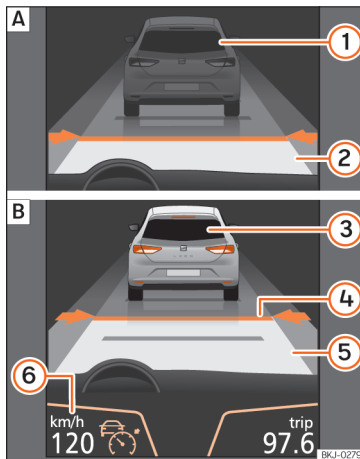
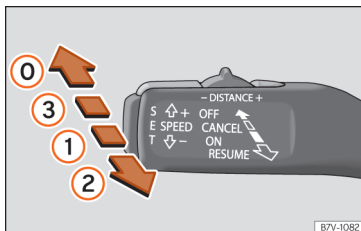
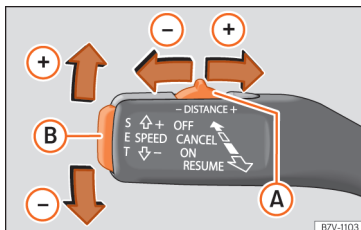
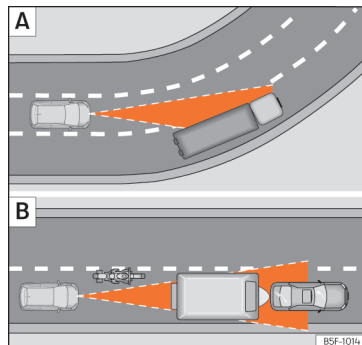

Abb. 255 Am Bildschirm des Kombi-Instruments: **A** ACC inaktiv (Standby). **B** ACC aktiv.
Abb. 256 Links an der Lenksäule: dritter Hebel für die Bedienung der ACC.
Abb. 257 Links an der Lenksäule: dritter Hebel für die Bedienung der ACC.
Abb. 258 [A] Fahrzeug in einer Kurve. [B] Vorausfahrender Motorradfahrer außerhalb des Erfassungsbereichs des Radarsensors.
Bildschirmanzeigen »»» **Abb. 255:**
Wenn die ACC eingeschaltet ist, schaltet sich auf der Schalttafel die grüne Kontrollleuchte ein (🟢) und auf dem Bildschirm werden die programmierte Geschwindigkeit und der Zustand der ACC angezeigt » **Abb. 255**.
- Um die ACC zu aktivieren, bewegen Sie den Hebel in die Position **ON** » **Abb. 256 (1)**. Zu
- Drücken Sie anschließend die Taste **SET** » **Abb. 257 (B)** oder bewegen Sie den Hebel in die Position **RESUME** » **Abb. 256 (2)**. In diesem Moment wird die ACC aktiviert und die aktuelle Geschwindigkeit und der Abstand werden programmiert. Die Anzeige am Kombi-Instrument wechselt in den Modus Aktiv » **Abb. 255 (B)**.
- Zur Programmierung der Geschwindigkeit schieben Sie den dritten Hebel nach oben (+) oder nach unten (-) bis zur gewünschten Geschwindigkeit » **Abb. 255 (6)**. Die Einstellung der Geschwindigkeit erfolgt in Schritten von 10 km/h (6 mph).
- Falls Sie die Geschwindigkeit in Schritten von 1 km/h (0,6 mph) erhöhen möchten, bewegen Sie den Hebel in die Position **RESUME** » **Abb. 256 (2)** bzw. drücken Sie zur Reduzierung die Taste **SET** » **Abb. 257 (B)**.
- Um das Abstands-niveau zu erhöhen oder zu reduzieren, bewegen Sie die Taste **A** nach rechts oder links »» **Abb. 257**.
Am Bildschirm des Kombi-Instruments wird das ausgewählte Abstands-niveau geändert »» **Abb. 255** **4**. Sie können aus 5 verschiedenen Abstands-niveaus auswählen. SEAT empfiehlt das Niveau 3. Der programmierte Abstand kann während der Fahrt oder bei Fahrzeugstillstand geändert werden »» **4**.
- Um die ACC zu deaktivieren, bewegen Sie den Hebel in die Position **OFF** (fest) »» **Abb. 256** **0**. In diesem Moment erscheint der Text **ACC deaktiviert** und die Funktion ist vollständig deaktiviert.
Die Beschleunigung des Systems lässt sich jederzeit durch Betätigen des Bremspedals oder Drücken des dritten Hebels bis zur Position **CANCEL** »» **Abb. 256**
Beim Ein- oder Ausfahren einiger Kurve kann es vorkommen, dass der Radarsensor das vorausfahrende Fahrzeug nicht mehr erfasst oder auf ein Fahrzeug auf der Nebenspur reagiert »» **Abb. 258** . Es ist möglich, dass das Fahrzeug unnötigerweise bremst oder nicht mehr auf das vorausfahrende Fahrzeug reagiert. In diesem Fall muss der Fahrer eingreifen, indem er beschleunigt oder durch Betätigen des Bremspedals oder Drücken des dritten Hebels bis zur Position **CANCEL** »» **Abb. 256**
Der Radarsensor kann schmale oder versetzt fahrende Fahrzeuge nur erkennen, wenn sich diese innerhalb seiner Reichweite befinden »» **Abb. 258** . In diesen Fällen müssen Sie bei Bedarf selbst bremsen.